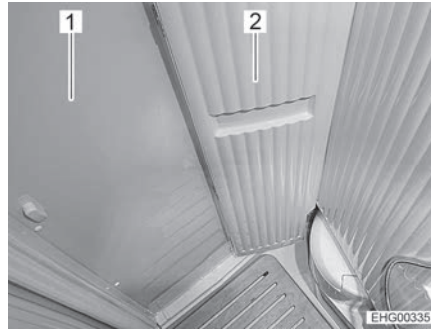
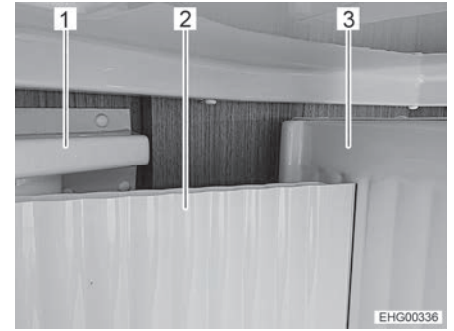

Fig. 154 Petite paroi pivotante, pivotée
Fig. 155 Position correcte de la petite paroi pivotante
- Fermer la porte du cabinet de toilette (Fig. 154,1 et Fig. 155,1).
- ▷ **Toujours** positionner la petite paroi pivotante (Fig. 154,2 et Fig. 155,2) **avant** la grande paroi pivotante (Fig. 155,3) ! **Ne pas** presser la petite paroi pivotante **derrière** la grande ! Il est sinon possible de s'emprisonner dans le cabinet de toilette car il n'est éventuellement plus possible d'ouvrir sa porte.
- Faire pivoter la petite paroi pivotante (Fig. 154,2 et Fig. 155,2). La petite paroi pivotante se trouve alors dans la bonne position quand elle se trouve devant la grande (Fig. 155,3).